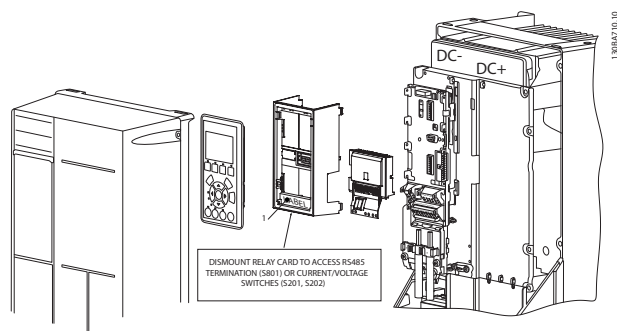

Рисунок 9.10 A5, B1–B4 и C1–C4
1) **ВАЖНО!** Для обеспечения соответствия требованиям UL, ярлык **ДОЛЖЕН** быть помещен на раму LCP, как показано на *Рисунок 9.10*.